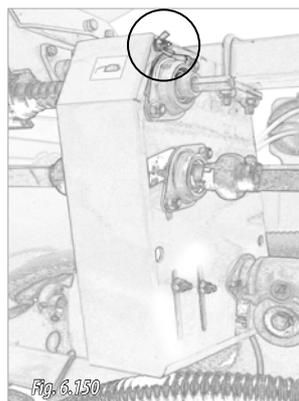

Fig. 6.150
- 1- Retirez l'écrou papillon et la vis supérieure du couvercle de la boîte de transmission (Fig. 6.150).